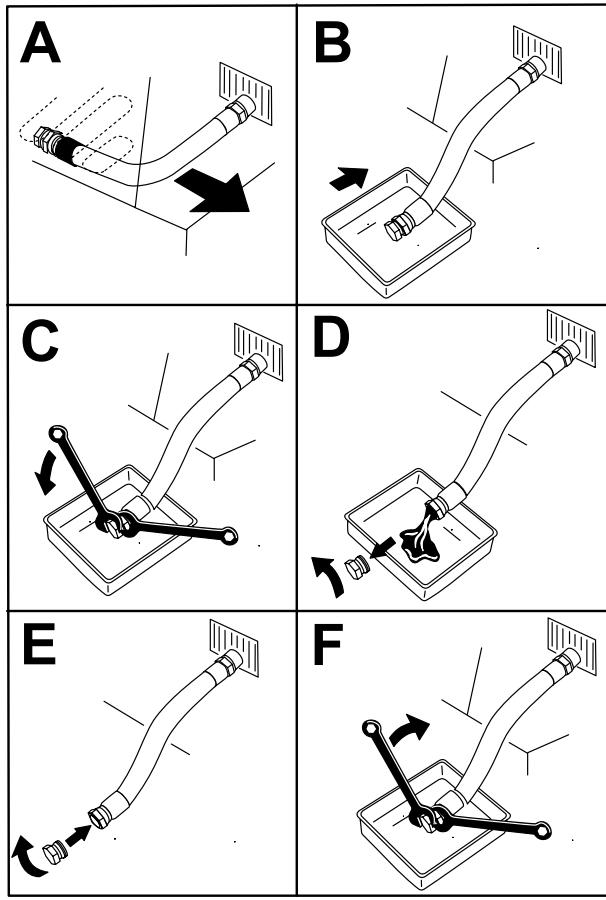

Figura 45
4. Pare el motor, retire la llave y espere a que se detengan todas las piezas en movimiento antes de abandonar el puesto del operador (Figura 45).